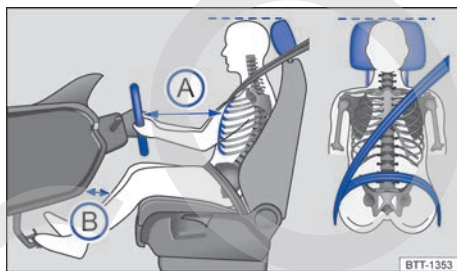

Fig. 1 Distancia correcta entre el conductor y el volante, colocación correcta de la banda del cinturón y ajuste correcto del apoyacabezas.
- Ajuste el volante de modo que quede a una distancia de, por lo menos, 25 cm del esternón → fig. 1 (A) y lo pueda sujetar con las dos manos por los lados, por la parte exterior, con los brazos ligeramente flexionados.
- Ajuste el asiento de forma que pueda pisar a fondo los pedales con las rodillas ligeramente flexionadas y que quede una distancia entre la zona de las rodillas y el tablero de instrumentos de al menos 10 cm (B).